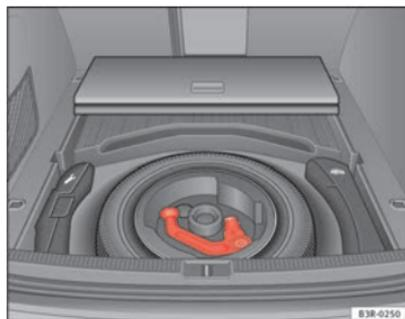

Abb. 162 Gepäckraum: Reserverad mit Anhängervorrichtung
- Bei Fahrzeugen mit Reserverad ⇒ Abb. 162.